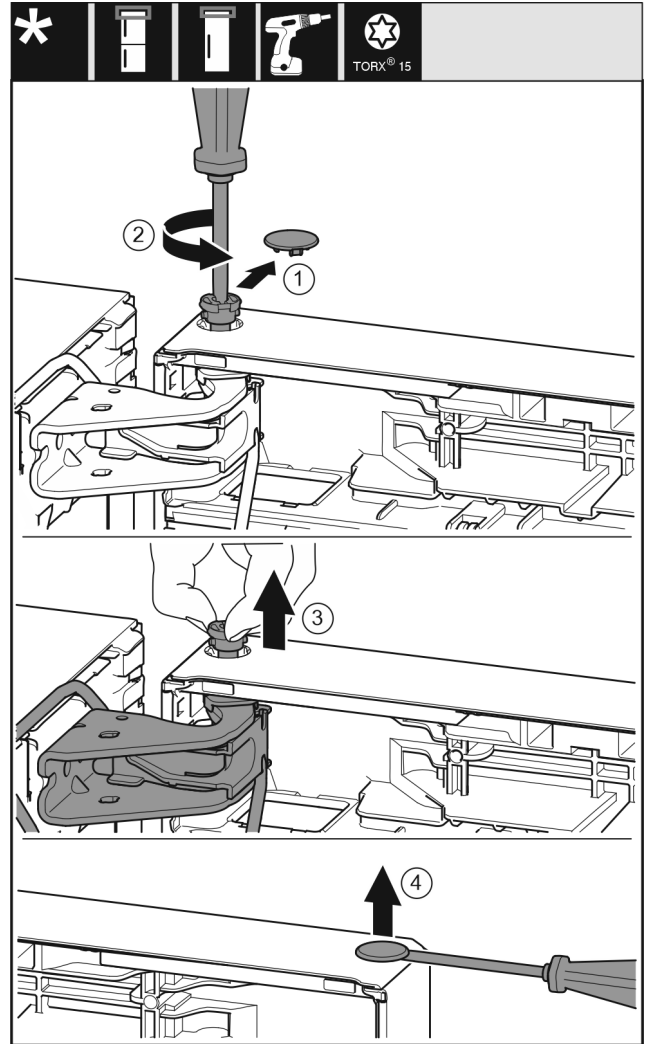

Fig. 22
- ▶ Enlever délicatement le cache de sécurité. Fig. 22 (1)
- ▶ Dévisser légèrement le boulon avec un tournevis T15. Fig. 22 (2)
- ▶ Tenir fermement la porte et sortir le boulon avec les doigts. Fig. 22 (3)
- ▶ Soulever délicatement le bouchon en dehors de la douille de palier de porte avec un tournevis plat et le sortir. Fig. 22 (4)